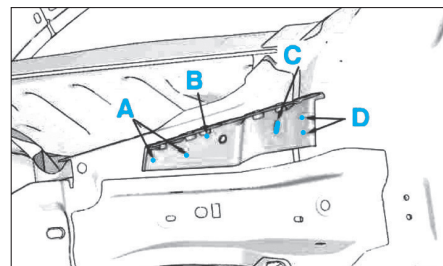

FIG. 13
- Déposer le support supérieur de la joue d'aile AV en A, B, C et D (Fig.13).